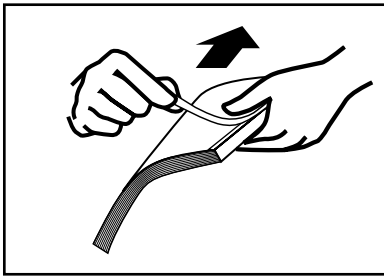

ABBILDUNG 19
6. Nehmen Sie Ihr gebundenes Dokument aus dem Kühlständer und ziehen Sie den schmalen Streifen von der Vorderseite des Binderücken ab (siehe Abbildung 19). Wenn die Folie sich noch nicht leicht ablösen lässt, könnte das Buch noch zu warm sein. In diesem Falle stellen Sie es zurück in den Kühlständer und versuchen Sie es nach ein paar Minuten erneut.